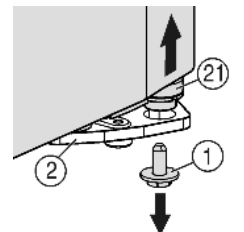
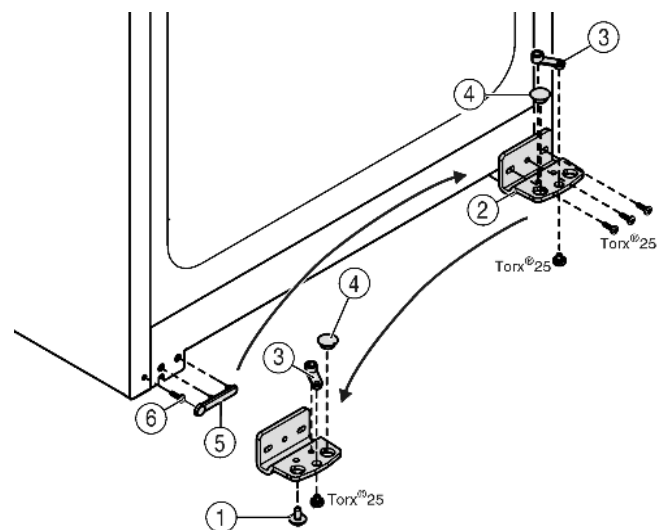

Fig. 6
Fig. 7
- ▶ Rechts onder aan de lagerbus de borgschroef Fig. 6 (1) uitdraaien.
- ▶ De lagerbout Fig. 6 (21) komt uit de lagerbus Fig. 7 (2) los.
- ▶ Indien de lagerbout Fig. 6 (21) niet kan worden losgedraaid, de bout van onderaf naar buiten drukken.
- ▶ Lagerbus Fig. 7 (2) losschroeven.
- ▶ Lagerdeel *Fig. 7 (3)* losschroeven en in het tegenoverliggende opnamegat van de lagerbus omzetten en weer vastschroeven.
- ▶ Stop *Fig. 7 (4)* uit de lagerbus verwijderen en in de tegenoverliggende opening van de lagerbus omzetten.
- ▶ Afdekking *Fig. 7 (5)* aan kant van de greep voorzichtig wegnemen.
- ▶ Schroef *Fig. 7 (6)* uitdraaien en aan de andere kant weer indraaien.
- ▶ Afdekking *Fig. 7 (5)* weer terugplaatsen.
- ▶ Lagerbus *Fig. 7 (2)* aan de nieuwe scharnierzijde evt. met behulp van een accuschroevendraaier weer **goed (met 4 Nm)** vastschroeven.
- ▶ Borgschroef *Fig. 6 (1)* onder in de lagerbout draaien en vastschroeven **(met 4 Nm)**.